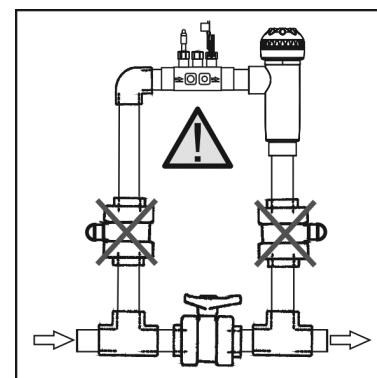

Abb. 4
1. Die zum Lieferumfang gehörende Quetschverschraubung an einem Teil der Rohrleitung anbringen, der sich am Eingang der Elektrolysezelle befindet. Die Manschette muss immer waagerecht zum Boden (siehe Abb. 4) angebracht werden.
1. Sensorhalter aus dem Lieferumfang auf ein Rohrstück am Eingang der Elektrolysezelle kleben. Der Sensorhalter muss immer waagerecht zum Boden eingebaut werden (siehe Abb. 4), so dass die Gewindegänge (1/2" - 3/8") für eine spätere Installation der Dosierpumpendüse und der Erdung (optional) zur Verfügung stehen.